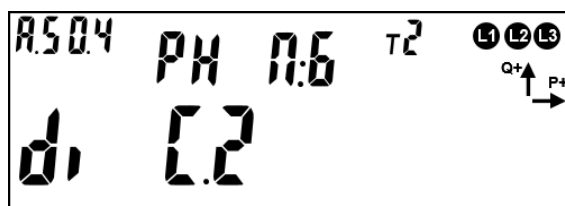

Рисунок 182 – РУН в состоянии «разомкнуто»
- Вариант 2: (см. рисунок 182)
7.9.8.2 На ЖКИ кадре отображено (см. рисунок 182):